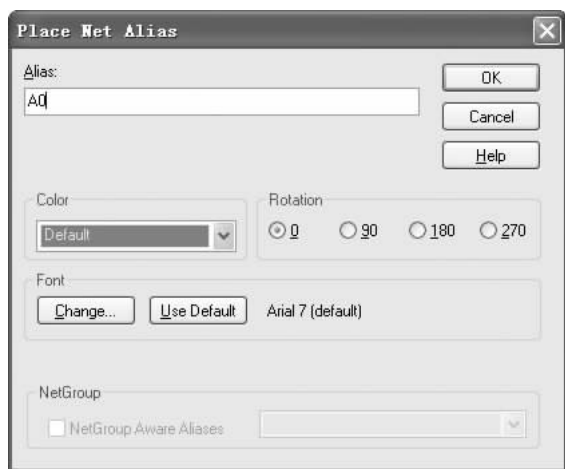

图 6-254 编辑网络标签
6) 放置网络标签。选择菜单栏中的“Place（放置）”→“Net Alias（网络名）”命令，或单击“Draw（绘图）”工具栏中的“Place net alias（放置网络名）”按钮，弹出“Place Net Alias（放置网络名）”对话框，如图 6-254 所示。在该对话框中输入标